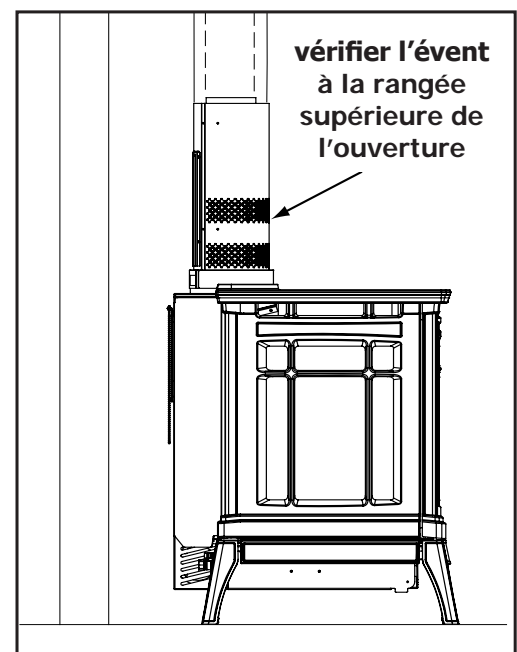

Figure 39: lieu de test
4. Après au moins 10 minutes de fonctionnement, testez le tirage de la cheminée avec une allumette fumée dans la rangée supérieure du motif pour vous assurer qu'il y a un tirage adéquat ou que vous tirez au niveau des ouvertures situées autour du corps de l'adaptateur Draffhood. Figure 39.